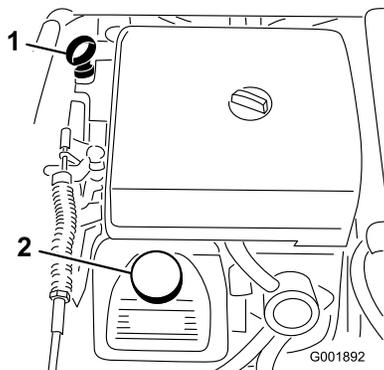

Bild 48
2. Nehmen Sie den Peilstab heraus und wischen Sie ihn mit einem sauberen Lappen ab (Bild 48). Stecken Sie den Peilstab in das Rohr und stellen Sie sicher, dass er vollständig eingeführt ist. Nehmen Sie den Peilstab heraus und prüfen Sie den Ölstand.
3. Wenn der Ölstand niedrig ist, nehmen Sie den Deckel des Einfüllstutzens von der Ventilabdeckung ab (Bild 48) und füllen Sie Öl auf, bis der Ölstand die Vollmarke am Peilstab erreicht. Gießen Sie Öl langsam ein und prüfen Sie den Ölstand häufig während des Füllens. Nicht überfüllen.
8. Gießen Sie ungefähr 80 % der angegebenen Ölmenge langsam in den Öleinfüllstutzen (Bild 48).